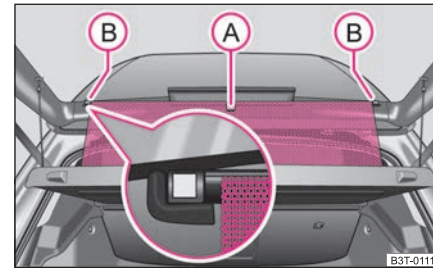

Abb. 56 Sonnenschutzrollo
- Ziehen Sie das Sonnenschutzrollo am Griff (A) heraus und hängen Sie es in die Halter (B) ⇒ Abb. 56.